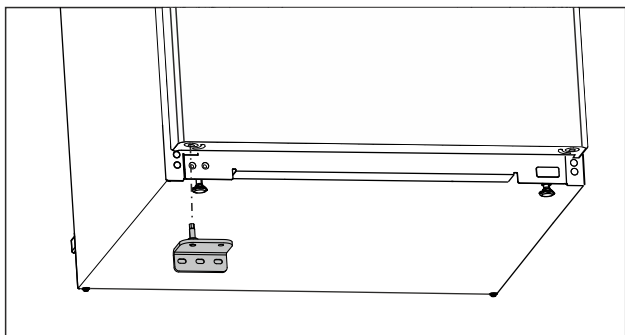

Fig. 22
- Vložte spodní stojan ložiska na opačné straně. (viz Fig. 22)